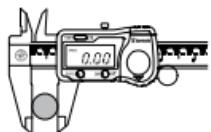
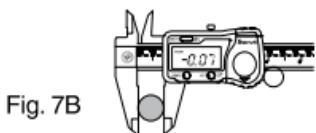

Fig. 7A
Fig. 7B
- **比对测量：**合拢卡爪至标准件并按“置零”键(12)以使显示重新置零(fig. 7A). 开始测量，变化将显示到显示屏上. 尺寸小于标准件时结果将会显示负值 (fig. 7B).
- **Medição por comparação:** utilizando um padrão, pressione o botão “ZERO” (12) para zerar o mostrador (7) (fig. 7A). Em seguida efetue medições; a variação é apresentada no mostrador. As dimensões menores que o padrão são indicadas com sinal negativo (fig. 7B).